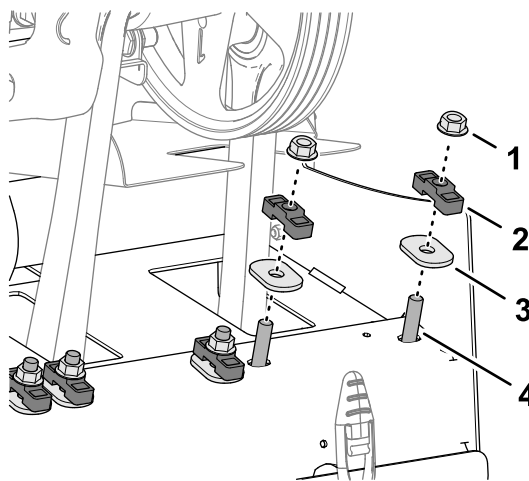

Рисунок 132
1. Отверните 2 фланцевые контргайки, которые крепят вал демпфера Roto-Link к задней раме машины (Рисунок 132).